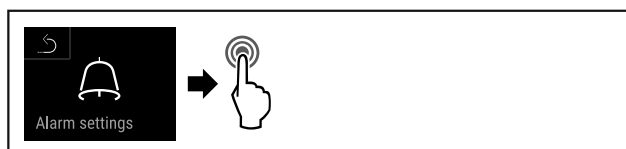

Fig. 144
- ▶ Eseguire i passi (vedere Fig. 144).